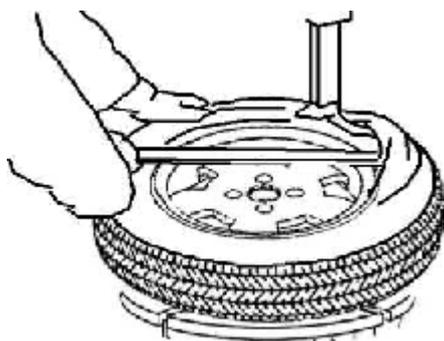

Рис.9
Рычагом (Т), вставленном между кордом и передней секцией монтировочной головки (I) перемещайте корд поверх монтировочной головки. (Рис. 9).